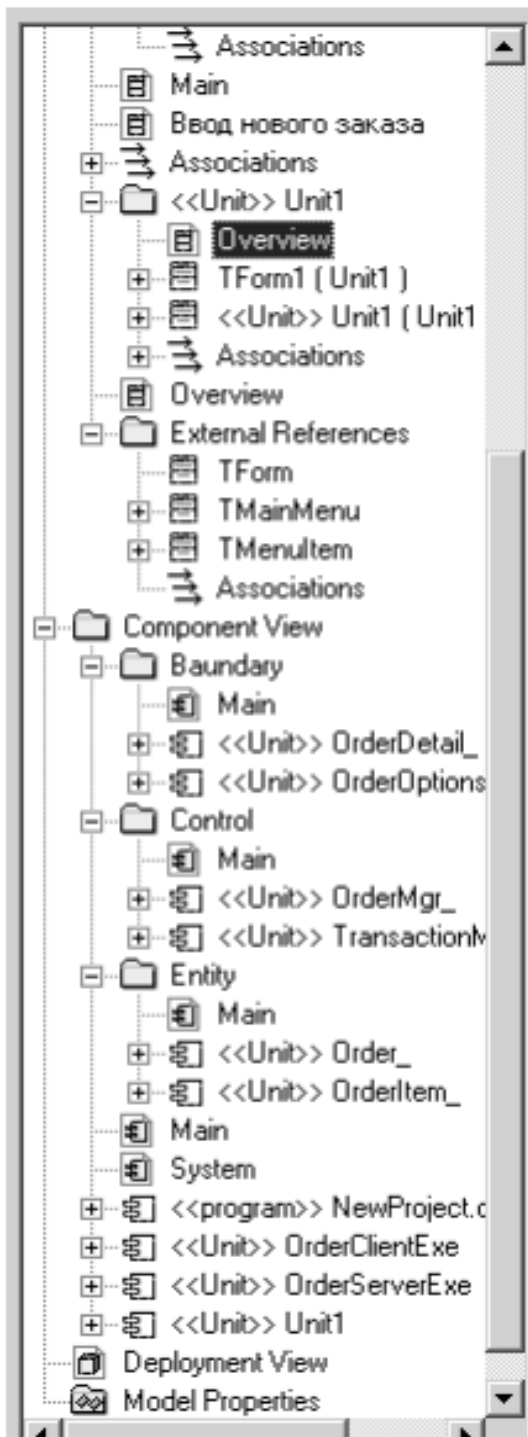

Рис. 16. Окно Rose Delphi Link после кодогенерации
2) Курсором мыши нажмите клавишу Update ALL со стрелкой влево (обновление модели Rose на основе изменений проекта Delphi). В результате в модели Rose должны произойти опделенные изменения (рис. 16):